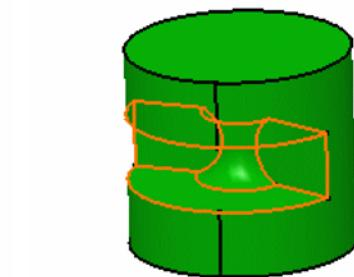

Fig.23. Aplicarea opțiunii **Groove**
- Daca utilizatorul este de satisfacut de canalul afisat, confirma operatia alegând OK; sistemul eliminând materialul din jurul cilindrului selectat (fig.23).